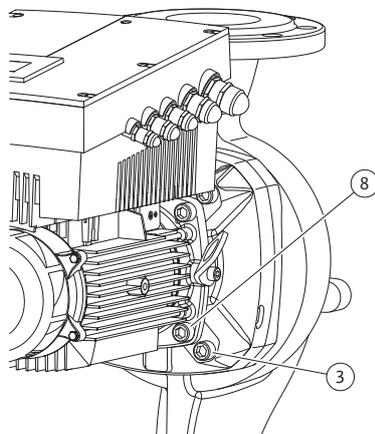

Fig. 50: Fixação opcional do conjunto de encaixe
11. Desapertar e remover os parafusos (Fig. 7, pos. 3). Consoante os modelos de bomba, os parafusos exteriores (Fig. 50, pos. 3) devem ser retirados. Após a remoção dos parafusos, o conjunto de encaixe (ver Fig. 13) fica seguro no corpo da bomba, não existindo perigo de basculamento mesmo com o veio do motor na horizontal.
16. Consoante o modelo da bomba, desapertar os parafusos (Fig. 7, pos. 10) ou, em alternativa, os parafusos (Fig. 50, pos. 8).
22. Empurrar cuidadosamente a lanterna sobre o veio e colocá-la na posição anterior ou num outro ângulo em relação à flange do motor, respeitando as posições de instalação autorizadas dos componentes (ver capítulo 7.1 “Posições de instalação autorizadas e alteração da disposição dos componentes antes da instalação” na página 152). Fixar a lanterna à flange do motor com os parafusos (Fig. 7, pos. 10) **ou** – nos modelos de bomba/lanterna segundo (Fig. 50) – com os parafusos (Fig. 50, pos. 8).